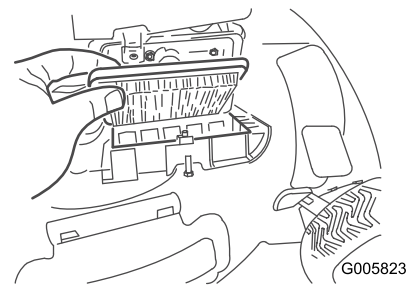

Bild 33
3. Tauschen Sie den Luftfilter aus (Bild 33).